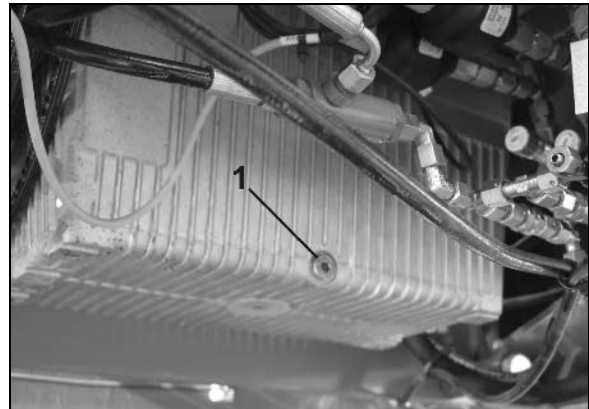

Рис. 102
1. Установите подходящую емкость под сливную резьбовую пробку (Рис. 102/1) (емкость минимум 35 литров).